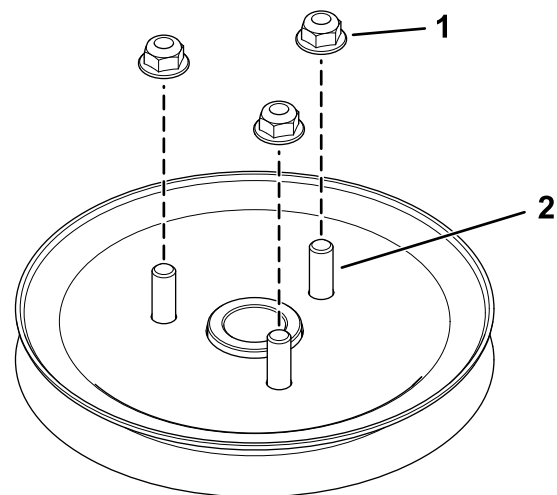

Figura 3
3. Montate senza serrare i 3 dadi nei prigionieri (Figura 3).